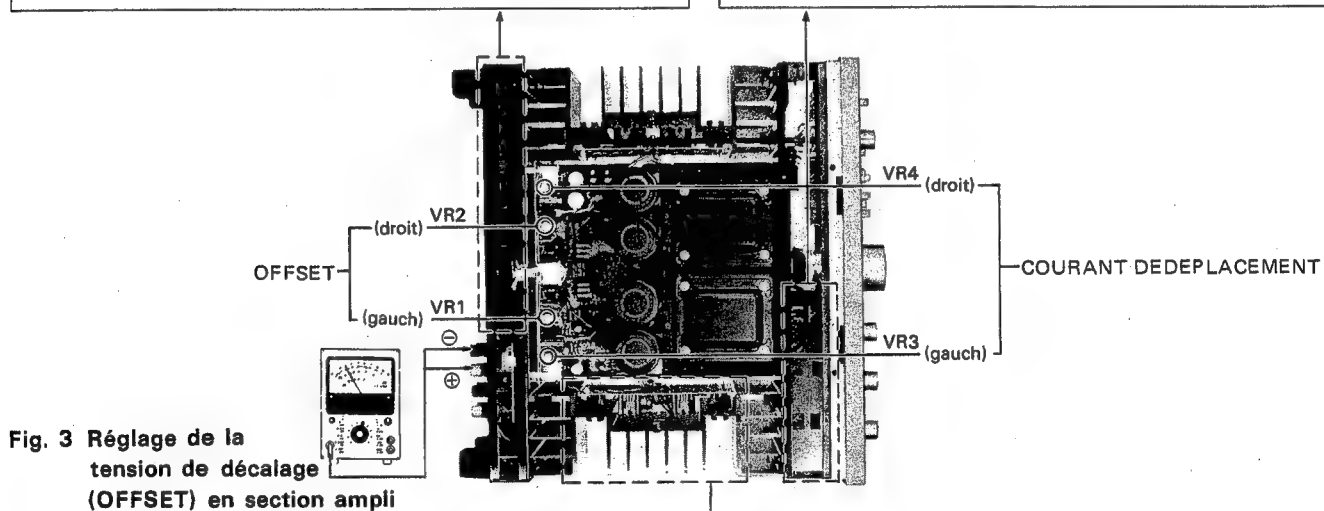

Fig. 3 Réglage de la tension de décalage (OFFSET) en section ampli
3. Réglez le potentiomètre ajustable VR3 (VR4) de façon à ce que le voltmètre c.c. indique 20 mV, comme le montre la figure 3.